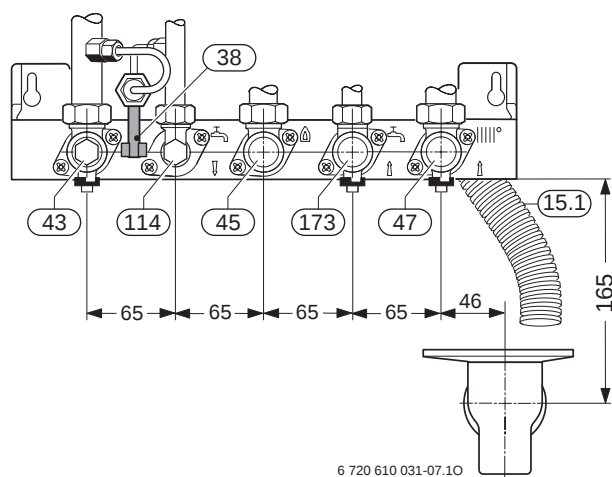

Fig. 8 Piastra di allacciamento e di montaggio - montata
- Rimuovere la vite di fissaggio ①, premere entrambe le leve di ancoraggio ② verso la parete posteriore, tirare verso di sé il mantello frontale e toglierlo dal corpo della caldaia ③.
- Montare la piastra di allacciamento e di montaggio fig. 8.